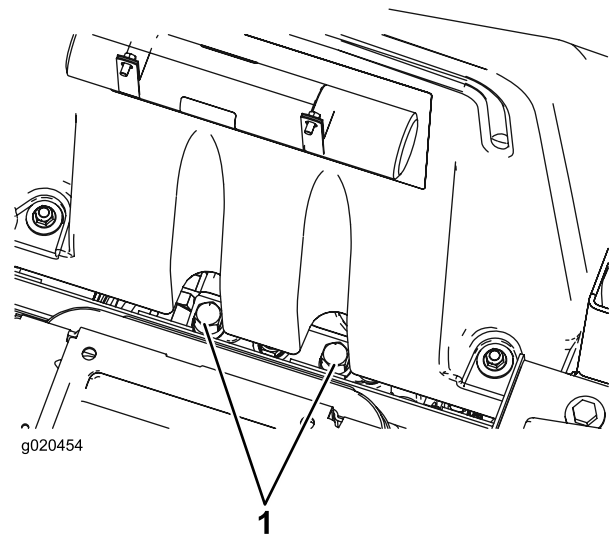

Figure 36
1. Soulevez le siège et localisez les vannes de dérivation qui sont situées sous l'avant du réservoir de carburant (Figure 36).